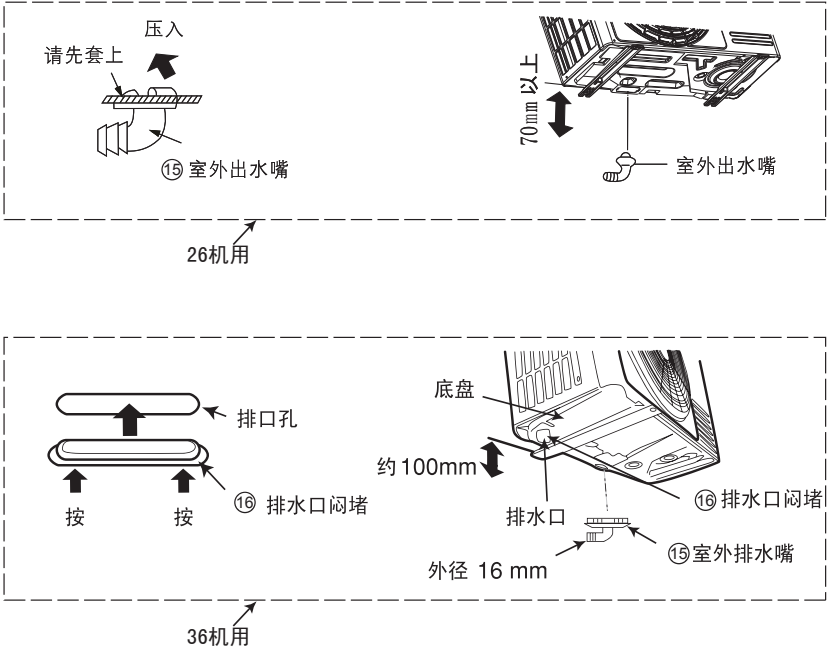

图 29
- 2 欲利用出水孔将冷凝水导出时, 请将机体在安装后沿换热器均匀地注入适量的水, 观察底盘上三个出水孔的出水量。然后依图29所示将附件⑮室外出水嘴安装在出水量最多的孔中。